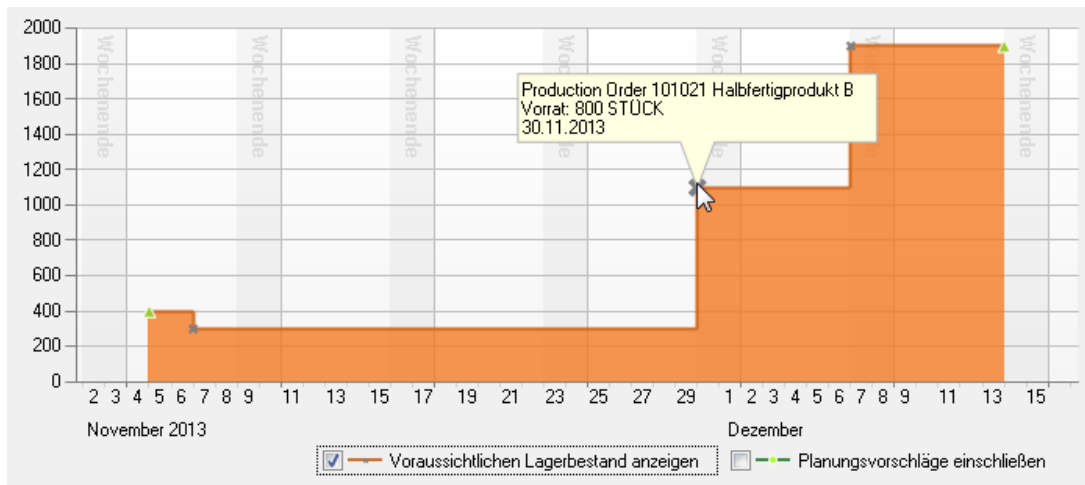

Abbildung 7.13 Darstellung der zeitlichen Verfügbarkeit des Artikels A
3. Wählen Sie im Feld *Artikelnr.* einen Artikel aus (zum Beispiel Artikel B, siehe Abbildung 7.13).
5. Transaktionen werden durch kleine Symbole in der Grafik dargestellt; wenn Sie den Mauszeiger über diese Symbole bewegen, werden die entsprechenden Informationen eingeblendet (siehe Beispiel in Abbildung 7.13).